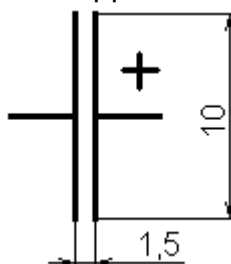

Рис. 15 УГО электролитического конденсатора
- 5.1 УГО керамического конденсатора изображено на рис. 15.